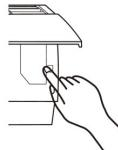

Рис.5
- Кнопка расположена под передней панелью внутреннего блока (рис. 5).